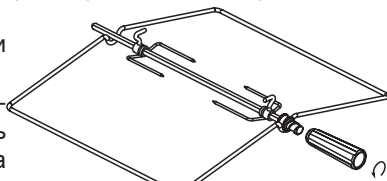

рис. 9
1. Плита комплектуется вертелом со съёмной рукояткой (см. рис.9). При установке и извлечении вертела необходимо использовать рукоятку, которая накручивается на резьбовую втулку.